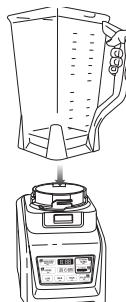

Fig. 1
- 3 Alignez et faites baisser le pichet dans le bloc-moteur. (**Fig. 1**) La poignée devrait être légèrement alignée à la droite du symbole **VERROUILLER « LOCK »** sur le bloc-moteur.